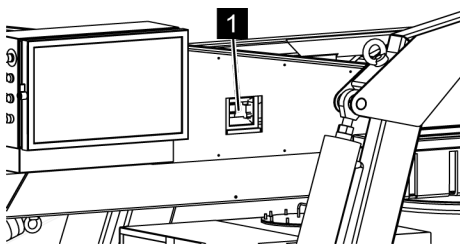

Fig. 173: Disjoncteur de protection
2. ➤ Ouvrir le couvercle du boîtier FI (Voir la Fig. 173/1).
4. ➤ Fermer le couvercle du boîtier FI (Voir la Fig. 173/1).